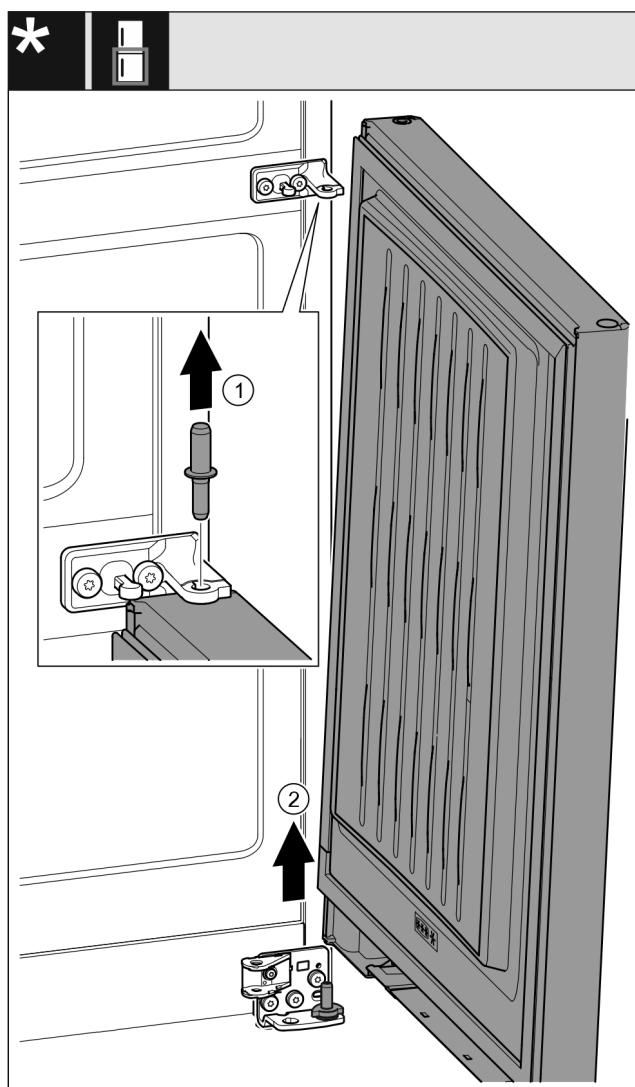

Fig. 26 *
- Čep Fig. 26 (1) vytáhněte nahoru.*
- Dveře Fig. 26 (2) kýváním vysadte a odložte stranou.*